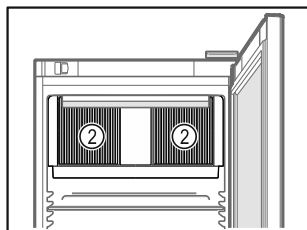

Fig. 40
- Mbani të lira kanalet e ajrimit Fig. 40 (2) të ventilatorit të qarkullimit të ajrit në hapësirën e brendshme.